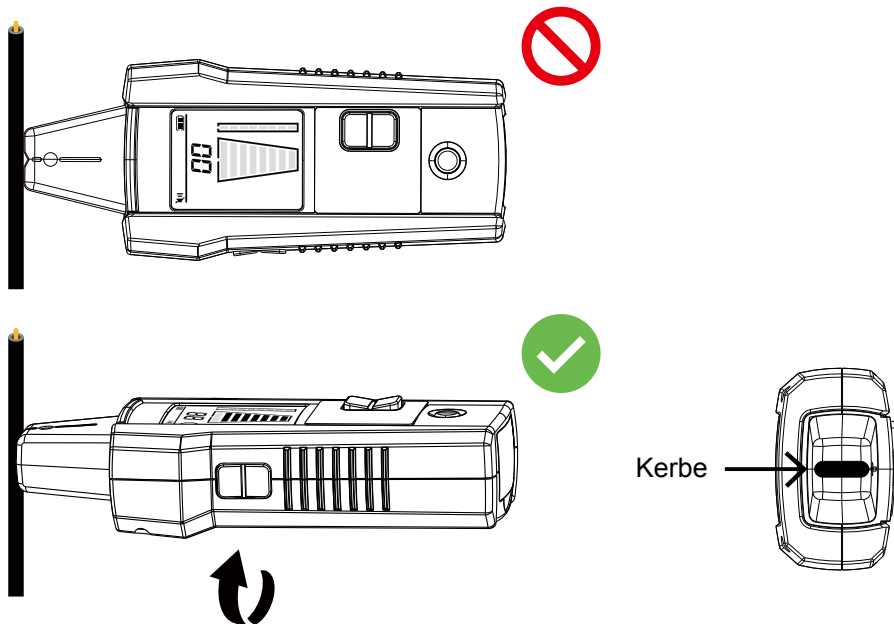

Figura 3.1e: Alinhar a ranhura do Sensor de Ponta
3. Para obter melhores resultados durante a localização de cabos com eletricidade, alinhe a ranhura do Sensor de Ponta com a direção do cabo, como ilustrado na Figura 3.1e. O sinal poderá não ser detetado se o alinhamento não for correto. Para verificar a deteção do cabo, rode periodicamente o recetor em 90 graus. A intensidade do sinal será mais elevada quando o cabo estiver alinhado com a ranhura no sensor de ponta. Dependendo do sinal detetado, o Recetor mudará automaticamente para o modo com eletricidade ⚡ ou sem eletricidade ⚡ e exibe essa informação no LCD. Não é necessária qualquer configuração manual.